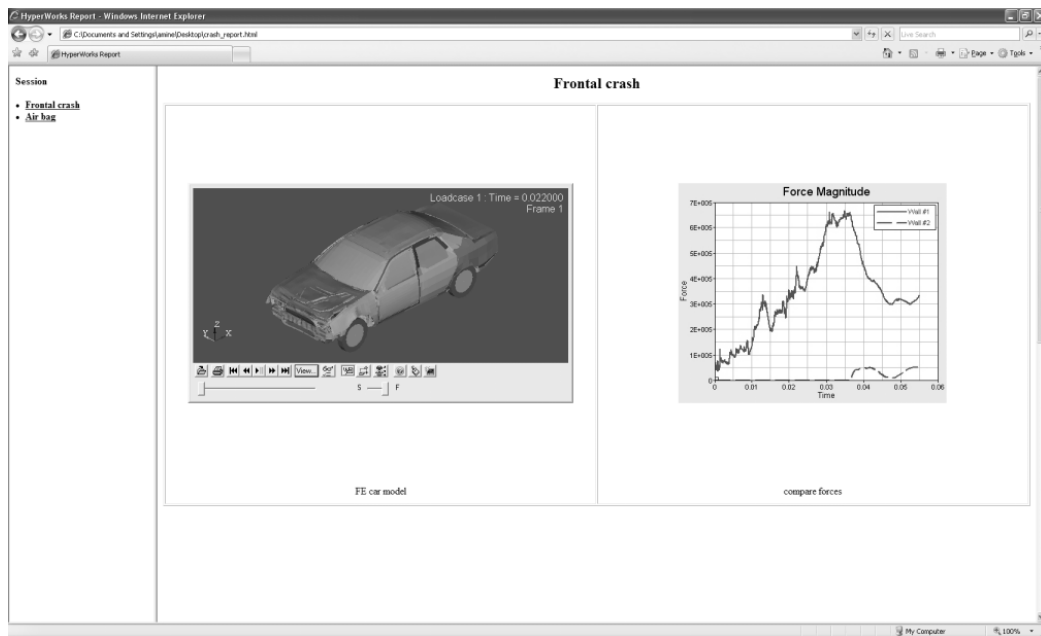

图 13-45 用 IE 浏览器打开输出的 HTML 文件
(1) 使用 Internet Explorer 打开上一步中输出的 crash_report.html 文件，如图 13-45 所示。